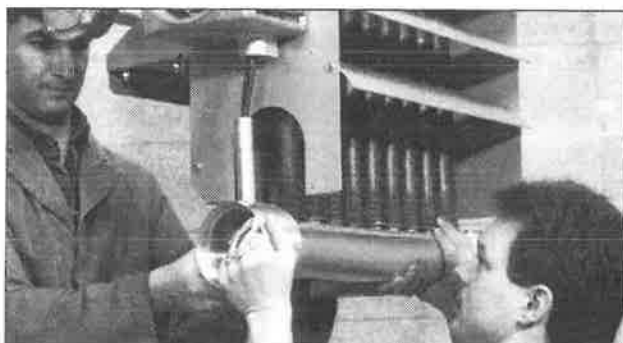

FIGURE 10
4. Avec l'aide d'une autre personne qui soutient le faisceau, enlever les trois boulons de fixation du faisceau. Retirer délicatement le faisceau de l'enceinte par le bas (voir figure 10).